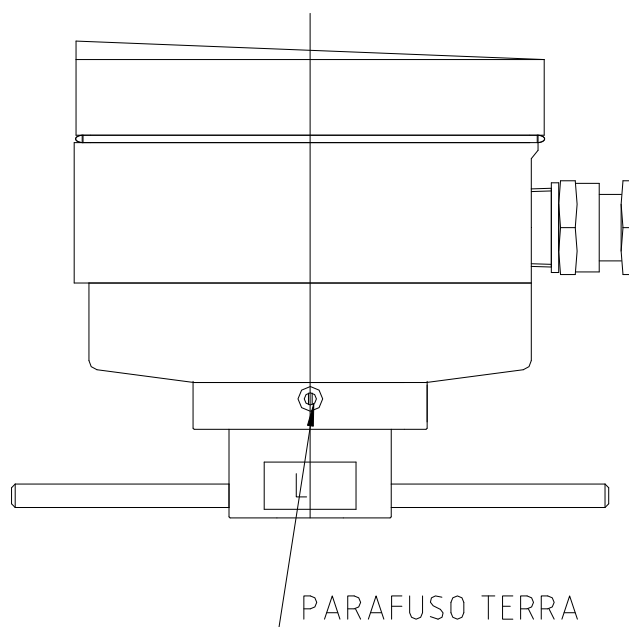

Figura 10
- Para aterrar o medidor utilize o parafuso do cabeçote conforme **figura 10** e cabo com secção mínima de $2,5\text{ mm}^2$. A haste de aterramento deverá estar o mais próximo possível do medidor garantindo a eficiência do mesmo.